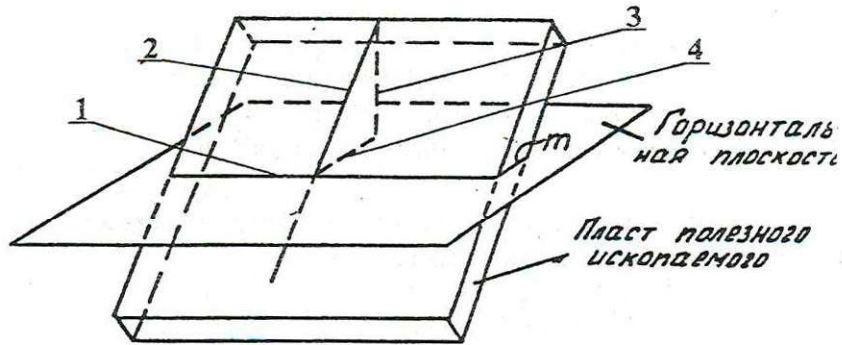

Рис. 1.33
31. На рис.1.33 изображены элементы залегания месторождения, укажите линию простираения.